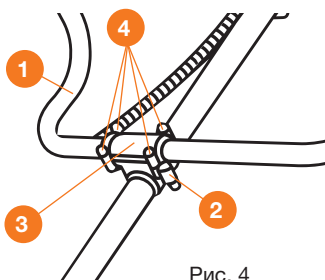

Рис. 4
- Установите рукоятку ① в нижнюю часть кронштейна ②.
- Соедините верхнюю часть кронштейна ③ с нижней ② и зафиксируйте с помощью 4-х винтов ④, но не затягивайте.
- Надежно затяните винты ④ кронштейна рукоятки на штанге (Рис. 4).